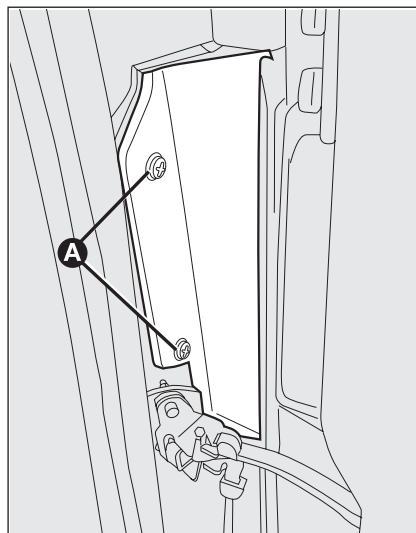
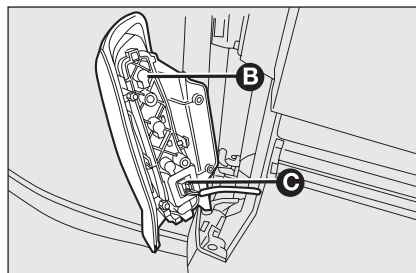

fig. 28
fig. 29
- ☐ desenrosque los tornillos **A**-fig. 28 para acceder al grupo óptico **B**-fig. 29;
- ☐ retire el conector **C**-fig. 29.